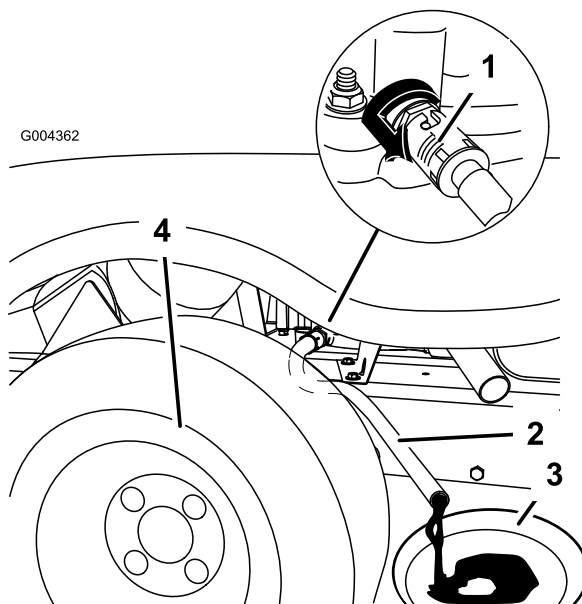

Figura 35
6. Collocate una bacinella sotto il tubo di spurgo. Aprite la valvola di spurgo dell'olio per lasciare defluire l'olio (Figura 35).
8. Togliete il tappo di spurgo (Figura 35).